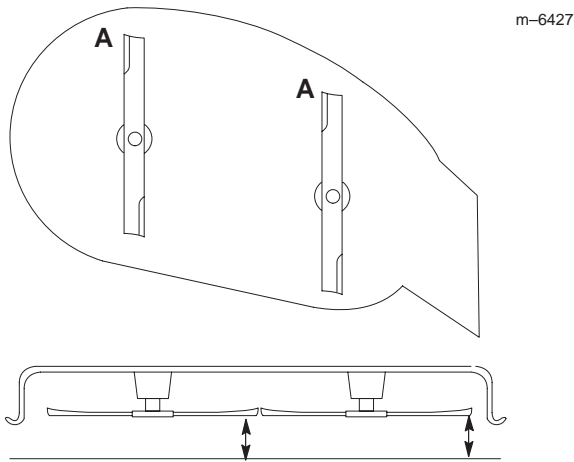

Figure 28
1. Tournez les lames pour qu'elles soient toutes dirigées dans le sens longitudinal (Fig. 28). Mesurez la distance entre la surface plane et le tranchant (position A) des lames (Fig. 28) et notez cette valeur.